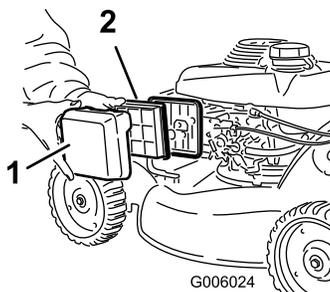

Figure 39
3. Déposez le filtre à air (Figure 39).